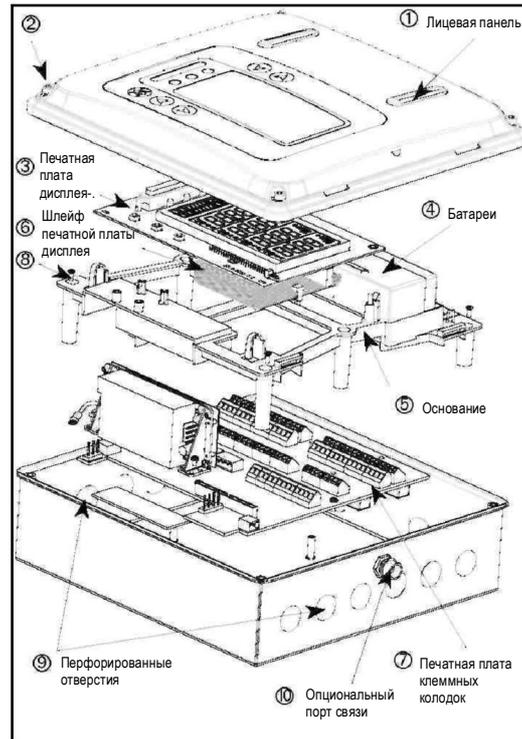
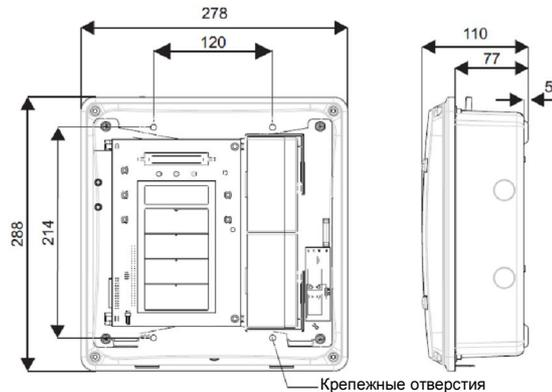

Рис. 2.1 Внешний вид компонентов панели Gasmaster
Рис. 2.3 Габаритный чертеж панели Gasmaster (показаны крепежные отверстия)
В настоящем разделе приводится описание порядка начала работы с панелью сигнализации Gasmaster 4 и Gasmaster 1 в заводской конфигурации, предусматривающей работу со штатными датчиками из комплекта поставки. На рис. 2.1, 2.2 и 2.5 показан внешний вид и комплектующие панели сигнализации Gasmaster.
На рис. 2.1 показана стандартная компоновка панели сигнализации Gasmaster. Чтобы снять лицевую крышку ①, открутите четыре крепежных винта ② и аккуратно отсоедините 2х-полюсный разъем звукового оповещателя от печатной платы дисплея ③. Теперь, лицевую крышку можно отложить в сторону. После снятия лицевой крышки ⑤ открывается доступ к основанию, где располагается печатная плата дисплея ③ и батареи ④. Под основанием располагается печатная плата с клеммными колодками ⑦ для всех входных и выходных соединений, включая питания. Печатная плата дисплея ③ соединяется с печатной платой с клеммными колодками ⑦ через 50-контактный шлейфом. Печатная плата дисплея находится с левой стороны и снабжена шарниром, поэтому ее можно повернуть вбок, чтобы открыть доступ к входным контактам датчика. Доступ к большей части контактов становится свободным после поворота печатной платы дисплея и извлечения батарей ④. Однако, для удобства доступа к контактам можно снять основание, аккуратно отсоединив разъем шлейфа печатной платы дисплея от печатной платы клеммных колодок и открутив четыре крепления ⑧. Соблюдайте осторожность при установке печатной платы
На рис. 2.3 показан габаритный чертеж панели сигнализации Gasmaster. Для доступа к крепежным местам, сперва следует снять лицевую панель, открутив крепежные винты (2), см. рис. 2.1. Аккуратно снимите разъем звукового